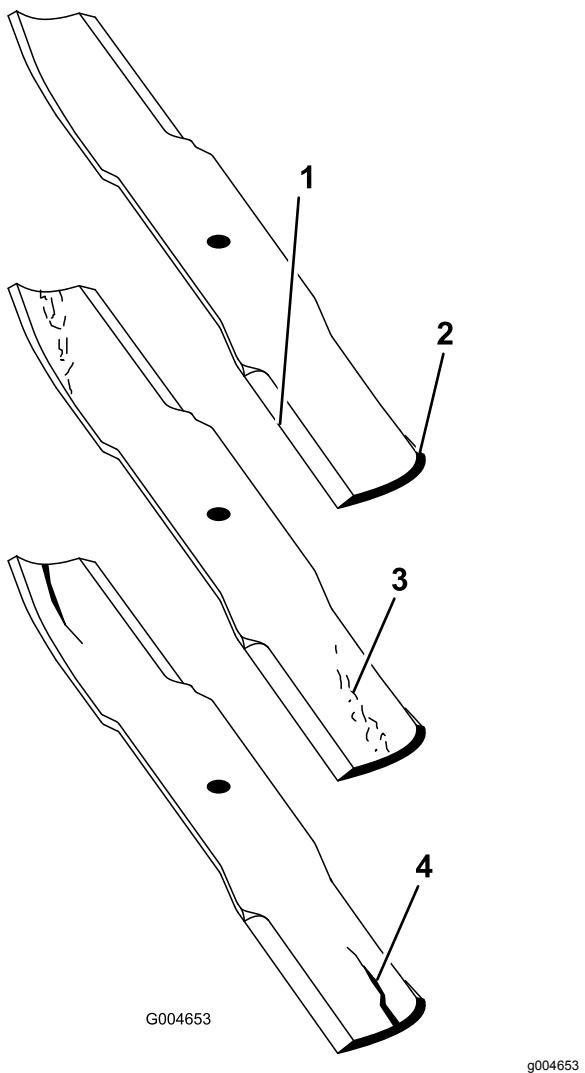

Figura 30
- Verificate accuratamente i taglienti, con particolare attenzione ai punti d'incontro delle sezioni piatta e curva della lama (Figura 30).
Nota: Sabbia e materiali abrasivi possono consumare il metallo che connette le sezioni piatta e curva della lama, per cui si consiglia di controllare la lama prima di usare il tosaerba. Se notate dell'usura (Figura 30), sostituite la lama.